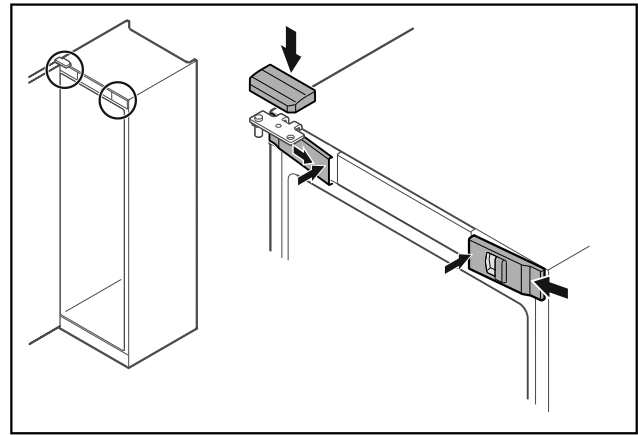

Fig. 46 *
- ▶ Bočno zakvačite prednje poklopce Fig. 46 (1) i uglavite ih iznutra.*
- ▶ Uglavite gornji poklopac Fig. 46 (2) odozgo.*